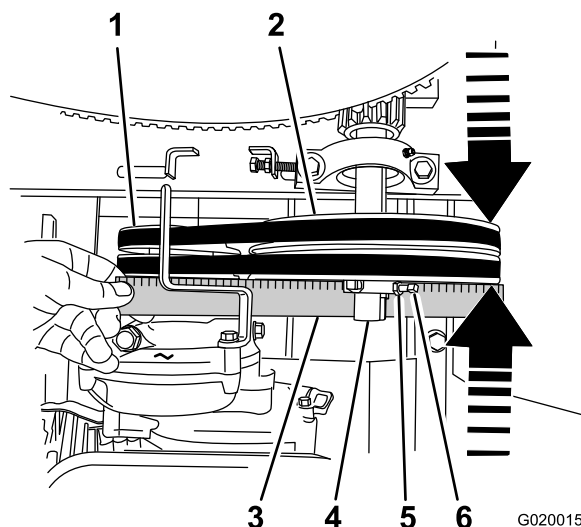

Figure 60
- B. Desserrez les contre-écrous et les vis qui fixent la poulie de tension à l'arbre de renvoi (Figure 60).
- C. Avec une massette, tapez la poulie de tension vers l'avant ou l'arrière le long de l'arbre de renvoi jusqu'à ce que la poulie de moteur et la poulie de tension soient alignées sur la règle droite (Figure 60).
- D. Resserrez les contre-écrous et les vis qui fixent la poulie de tension à l'arbre de renvoi (Figure 60).
2. Placez une règle droite en travers de la face de la poulie de moteur et la poulie de tension (Figure 60).